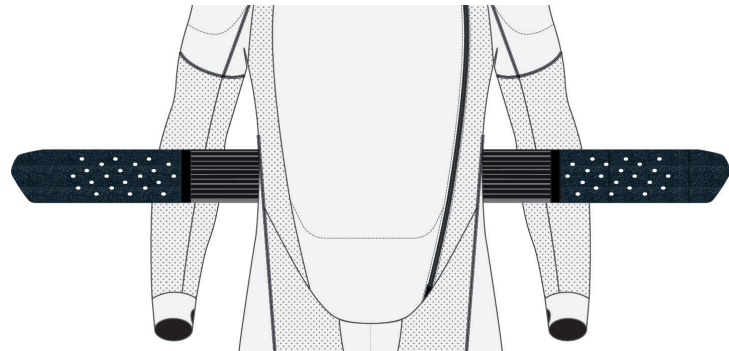

Figura 11
Per mantenere il Sistema spento, tenere la Cintura di attivazione (4) aperta come mostrato nella Figura 11. Mantenere sempre il Sistema in questa condizione quando conservato, trasportato o spedito.